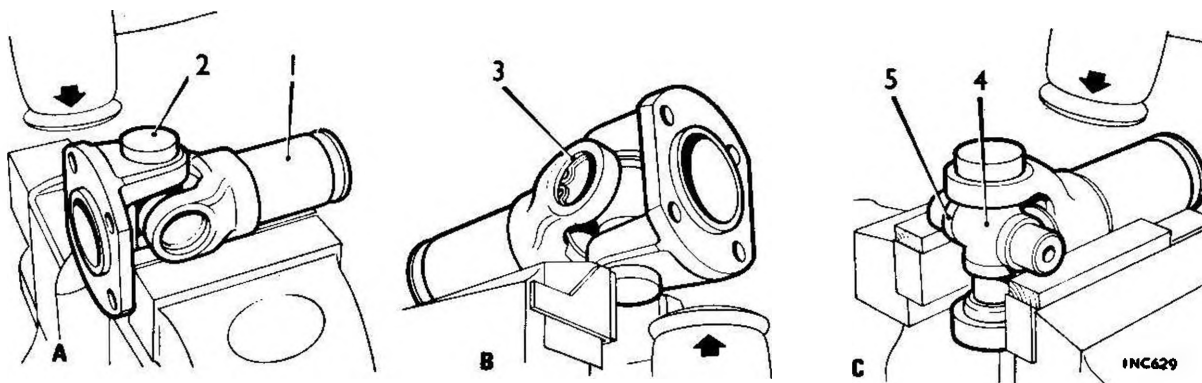

Fig. G.8
- (3) Pulire il giunto.
- (4) Staccare gli anelli di ritegno delle piste dei rullini con un paio di pin-
- (5) Prendere in mano il giunto e poggiare la superficie inferiore della forcella su una morsa. Mediante una mazzuola di rame, battere colpettini leggeri sul bordo superiore della flangia di uscita del differenziale (A, Fig. G.8) sinchè la pista sporga dalla sede.
- (6) Capovolgere il giunto e bloccare la pista sporgente nella morsa. Battere colpettini leggeri sul bordo inferiore della flangia sinchè la pista venga estratta completamente (B, Fig. G.8).
- (7) Per rimuovere la pista opposta, ripetere le operazioni di cui ai punti (5) e (6).
- (8) Poggiare i perni esposti della crociera sulla morsa, dopo aver interposto tra questi e le ganasce due pezzi di legno o di metallo dolce. Rimuovere le due rimanenti piste battendo colpettini leggeri sul braccio superiore della forcella e procedendo come è stato già descritto ai punti (5) e (6) (C, Fig. G.8).
- (9) Rimuovere la crociera dalla forcella.